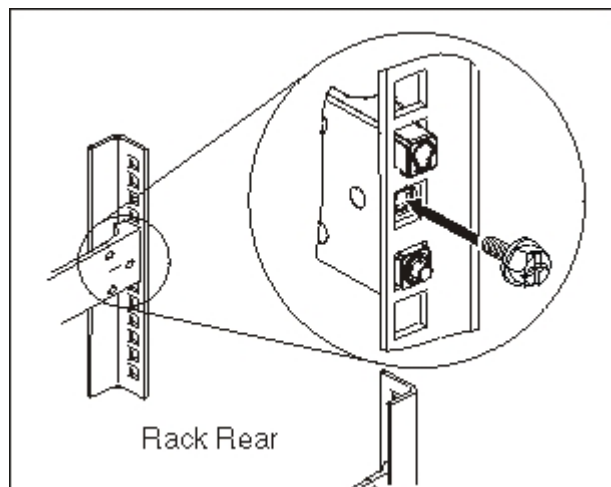

Figura 12. Prendendo o dispositivo nos trilhos deslizantes no rack
4. Prenda os trilhos deslizantes do dispositivo no rack, conforme mostrado na Figura 12: